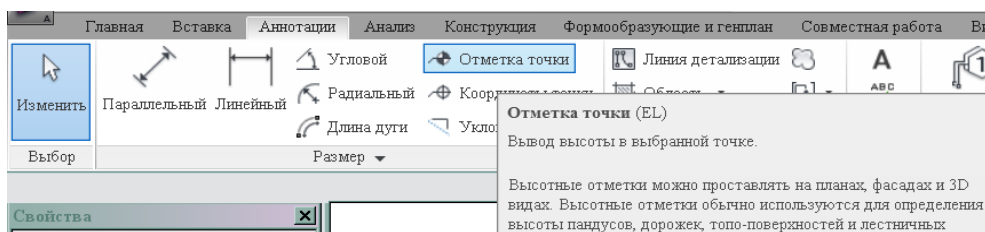

Рис. 117
1. На вкладке **Аннотации** выбрать **Размер** → **Отметка точки** (рис. 117).